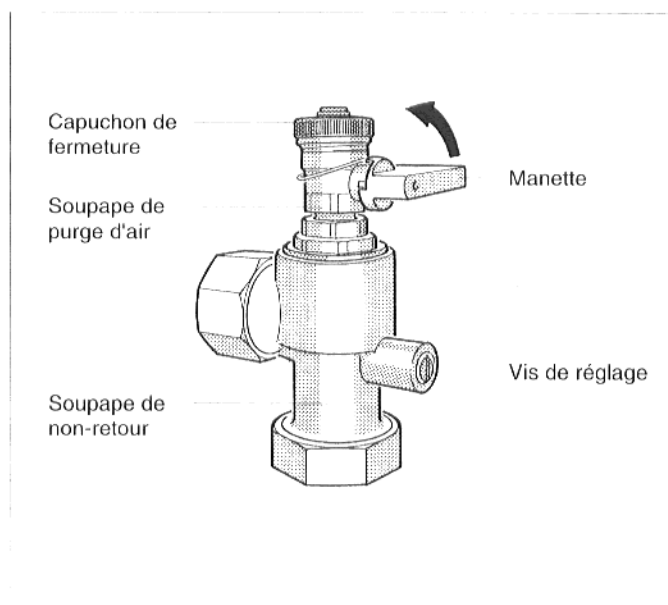

Fig. 11 : soupape de non-retour avec soupape de purge d'air
- Mettre la fente de la vis de réglage de la soupape de non-retour en position verticale (toujours ouvert) (fig. 11).
- Dévisser le capuchon de fermeture de la soupape de purge d'air, et mettre la manette de la soupape de purge d'air en position verticale (ouvert) (fig. 11).